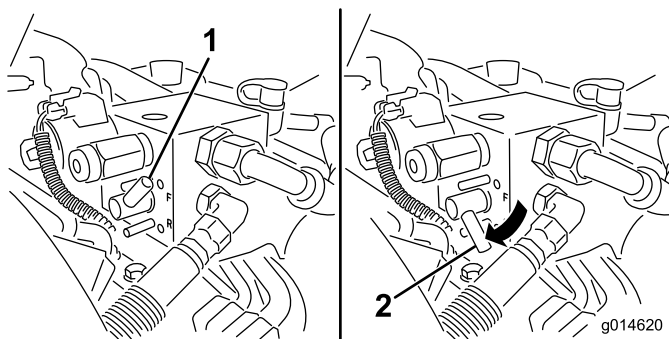

Figura 52
5. Girate la leva di lappatura in posizione di retromarcia (R) (Figura 52).